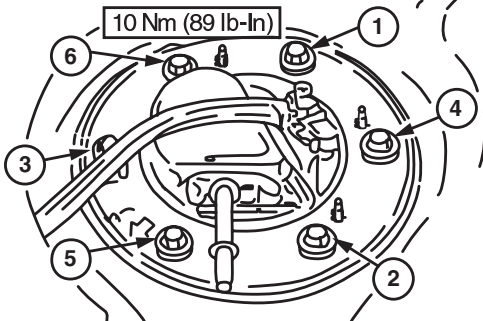

FIGURA 2
M) Instale la brida de la unidad de tanque en el tanque de combustible con el tubo de salida de combustible en la misma dirección que cuando fue removido. Apriete a mano todos los pernos, luego apriéte los usando la secuencia que se muestra en la Figura 2.